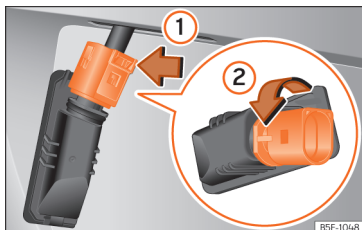

Fig. 70 Luce della targa: smontare il portalampada.
- Premere il blocco del connettore nella direzione indicata dalla freccia » **fig. 70 ①** ed estrarre il connettore.
- Ruotare il portalampada nella direzione indicata dalla freccia » **fig. 70 ②** ed estrarlo insieme alla lampada.
- Inserire il portalampada nella luce della targa e ruotarlo fino a fine corsa nella direzione opposta a quella indicata dalla freccia » **fig. 70 ②**.